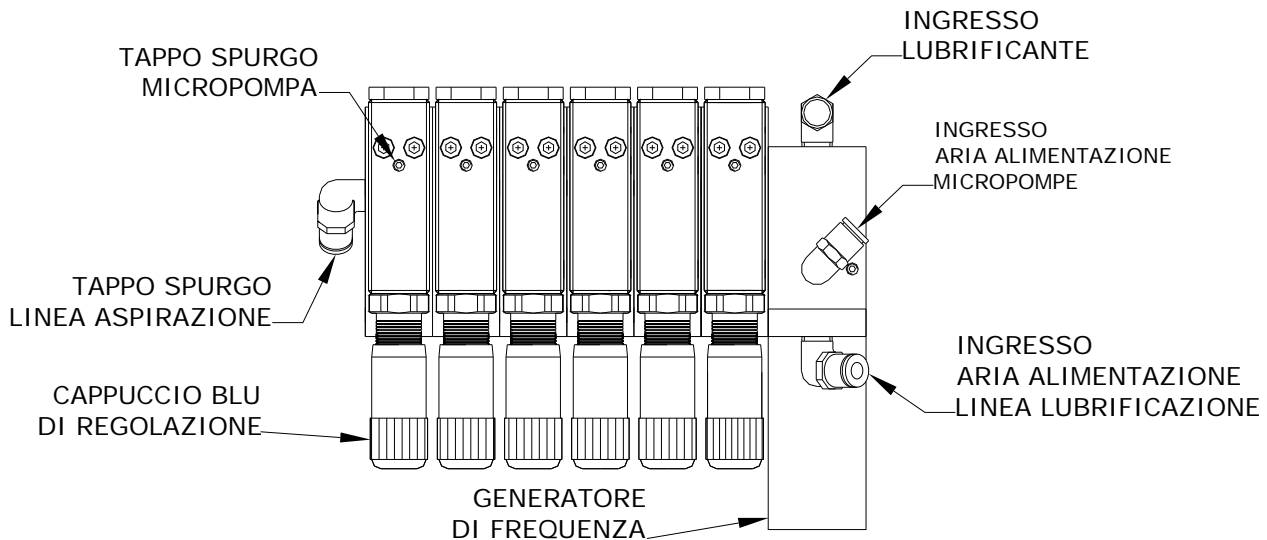

Fig. 1
- Spurgare l'aria dal circuito allentando il tappo di spurgo (Fig.1) posto al lato sinistro dell'ultima sottobase del gruppo delle micropompe. Controllare che l'olio penetri nel tubo di aspirazione e attenderne la fuoriuscita prima di riavvitare il tappo. Per eliminare l'aria residua, intervenire sulla vite di spurgo di ogni micropompa posta vicino alle viti di fissaggio. Svitare completamente la vite di spurgo attendere la fuoriuscita del lubrificante facendo attenzione a non perdere la sfera di tenuta. Avvitare la vite.
Per regolare la portata nominale della pompa agire sul cappuccio blu (Fig.1). Svitando completamente il cappuccio si ha l'esclusione della mandata. Da questa posizione, ogni giro e mezzo del cappuccio incrementa la portata di 5mm³/colpo fino alla portata massima di mm³.